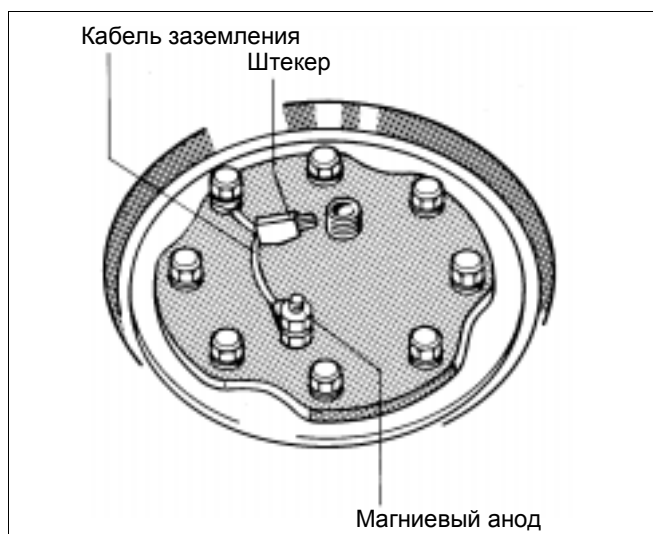

Рис. 6 Принципиальная схема
- Проверьте, правильно ли вставлен магнийевый анод, есть ли электрическое соединение между анодом и бойлером, т.е. подсоединен ли кабель заземления (рис. 6).
- Перекрыть подачу холодной воды, открыть слив (EL). Для удаления воздуха открыть вышерасположенный водоразборный кран.
- Заново уплотнить магниевый анод (рис. 6 и 10).